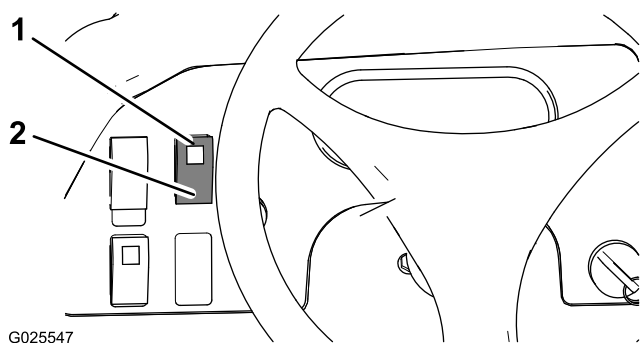

Figura 34
- Alzate l'interruttore di blocco differenziale per bloccare il differenziale (Figura 34).
- Alzate l'interruttore di blocco differenziale per sbloccare il differenziale (Figura 34).